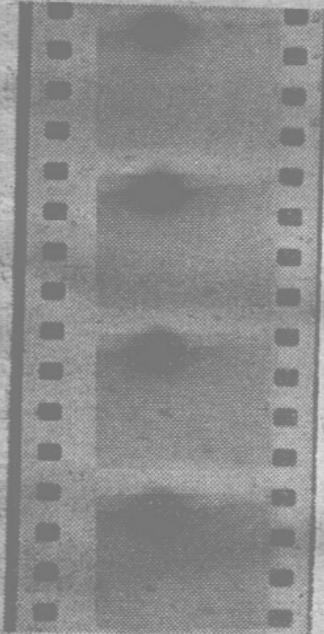

图9
- ✓ 1. 在胶片露光时，因局部的光量过强或布光不当，使光線反射或折射到不应露光的边缘上，造成乳剂的感光（图9）。